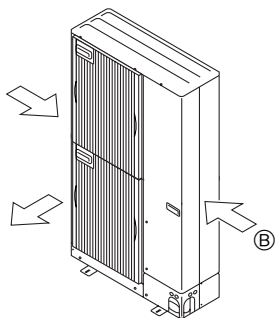

Fig. 2-16
② Coloque la unidad de manera que la salida de aire sople en dirección perpendicular a la dirección estacional del viento, si la conoce. (Fig. 2-16)
③ Dirección del viento